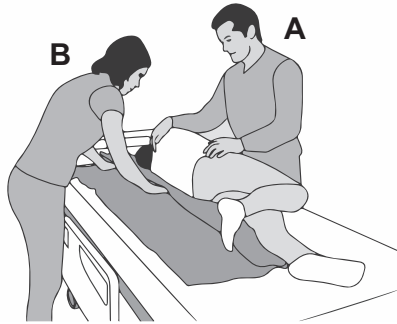

Abbildung 5
5. (Pflegekraft B) Legen Sie die Gleitmatte unter den Pflegebedürftigen. **(Siehe Abbildung 5)** Wenn sie kürzere Gleitmatten verwenden, legen Sie die Gleitmatte unter den Körperteil des Pflegebedürftigen, der umgelegt werden soll.